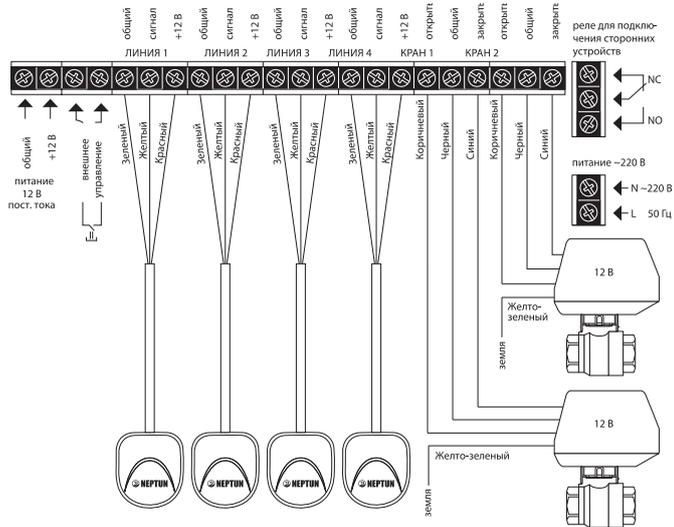
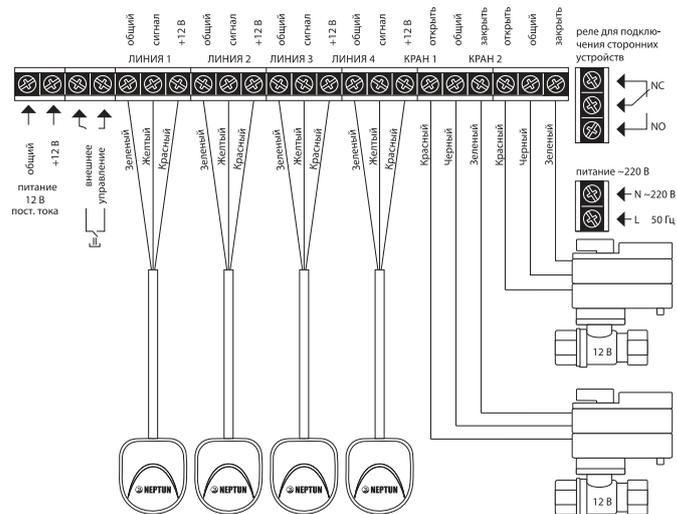

Рис. 11. Схема подключения датчиков и кранов с электроприводом DePala 12 В к модулю управления Neptun ProV
Рис. 10. Схема подключения датчиков и кранов с электроприводом серии JW5000 12 VDC серии Neptun Bugatti 12 В к модулю управления ProW
- К модулю управления Neptun ProW подвести фазу и ноль согласно схеме подключения (рис. 10 и 11), изображённую так же на внутренней крышке прибора
- выполните соединение проводов в соответствии со схемой на рис. 10 или рис. 11, в зависимости от того, какие краны с электроприводом вы используете. При необходимости, для ввода проводов в коммутационный отсек удалите пластиковую заглушку, расположенную в нижней части корпуса прибора при помощи отвёртки;